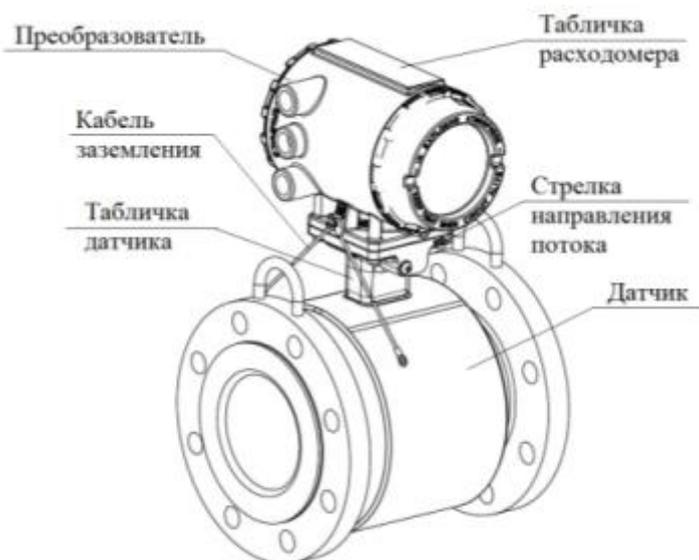

Рисунок 1.1 – Конструкция расходомера (при интегральном монтаже преобразователя на датчике)
Рисунок 1.1а – Конструкция расходомера (при удалённом монтаже преобразователя)
1.5.1 Маркировка расходомера производится на табличках прикрепленных к корпусам датчика и преобразователя расходомера (рисунок 1.1) .